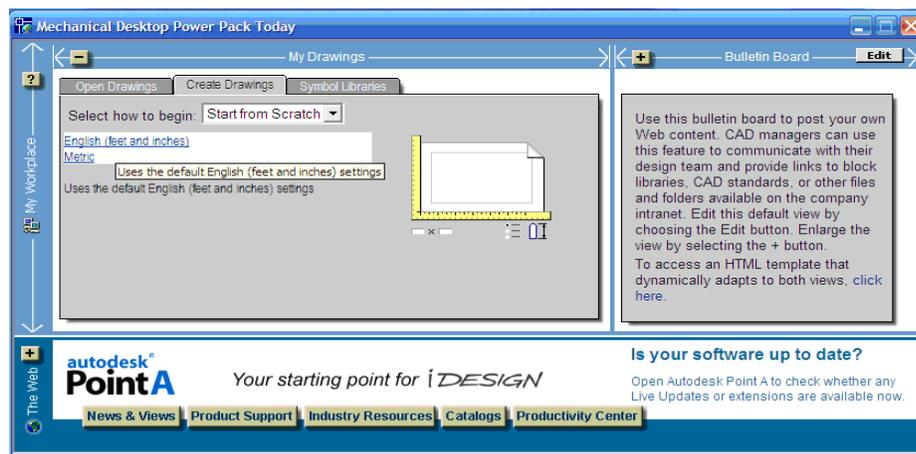

Figura 17
3. A continuación selecciona la unidad de medida con la que vas a trabajar (Sistema Métrico Internacional o Sistema Ingles). Esto lo aremos seleccionando la pestaña *Create Drawings* y en el cuadro de dialogo seleccionar la opción *Stat from Scratch* que en este caso trabajaremos con pulgadas como se muestra en la *figura 17*.